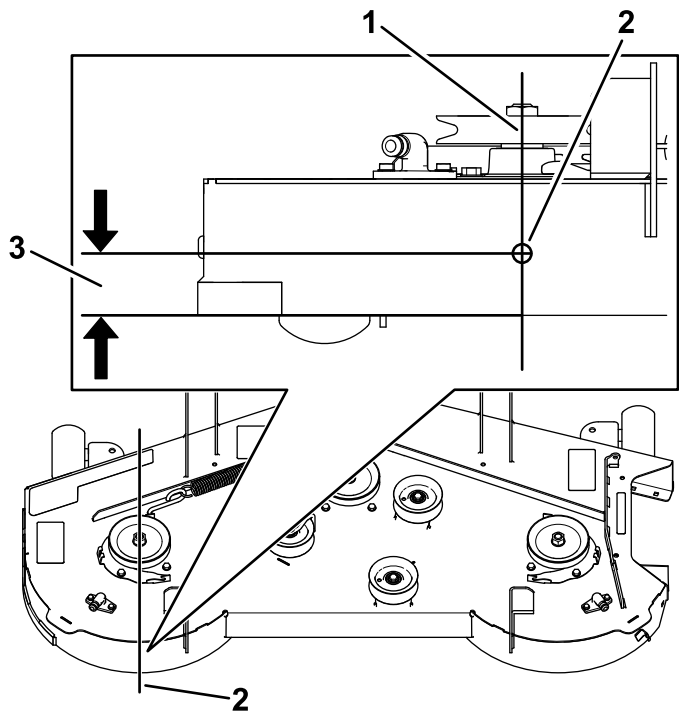

Figura 2
3. Perfore un orificio en la posición marcada usando una broca de 9/32", como se muestra en la Figura 2.